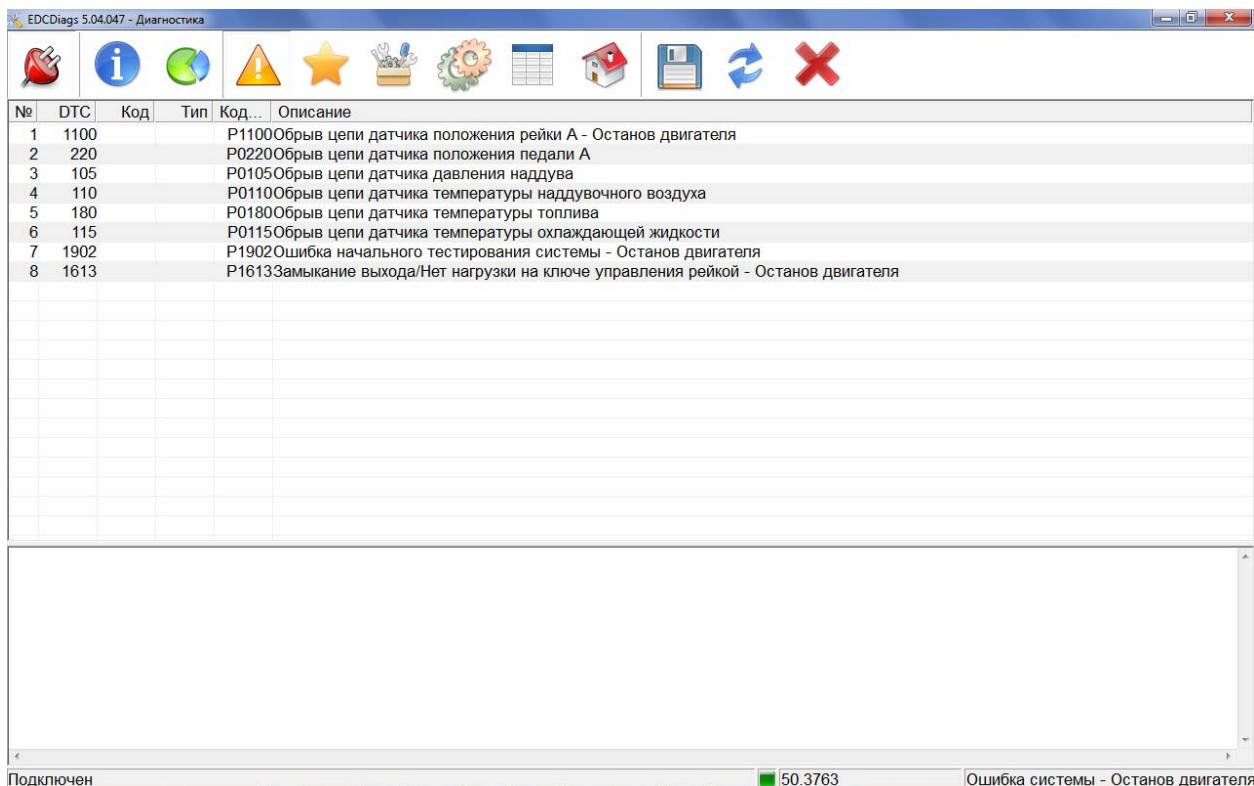

Рис. 3.5
3.6.1. Открыть вкладку «Диагностика» в основном окне программы EDCDiags (Рис. 3.5) и нажать кнопку «Обновить» .